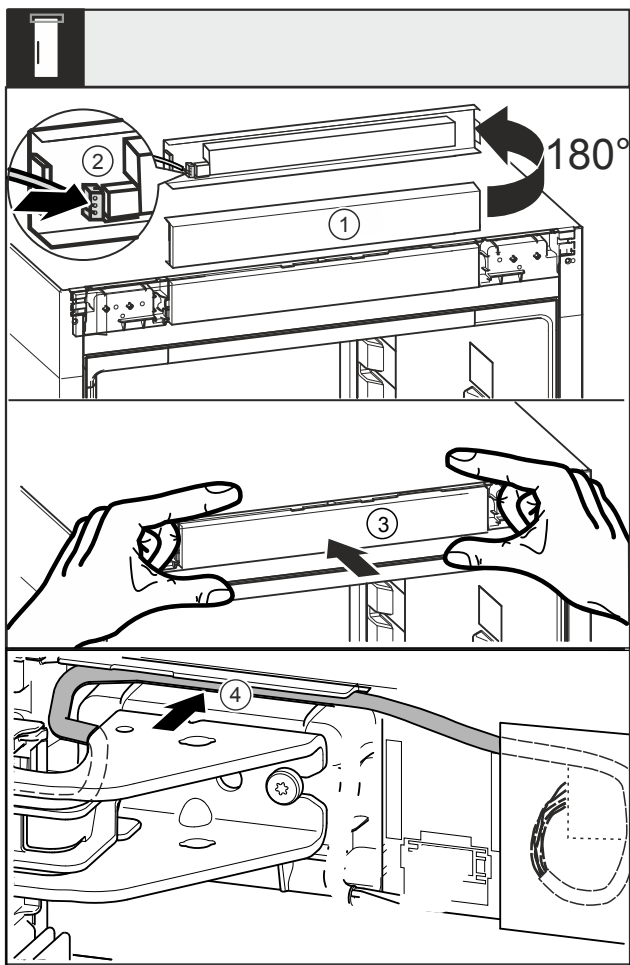

Fig. 46
- Fordítsa felfelé a takarólemezt Fig. 46 (1) 180°-kal.
- Pattintsa rá a dugót Fig. 46 (2) a kezelőelem paneljére.
- Pattintsa vissza a takarólemezt Fig. 46 (3) a készülékre.
- Vezesse el óvatosan a kábelt a felső csapágybak fölötti vezetéksínben Fig. 46 (4).